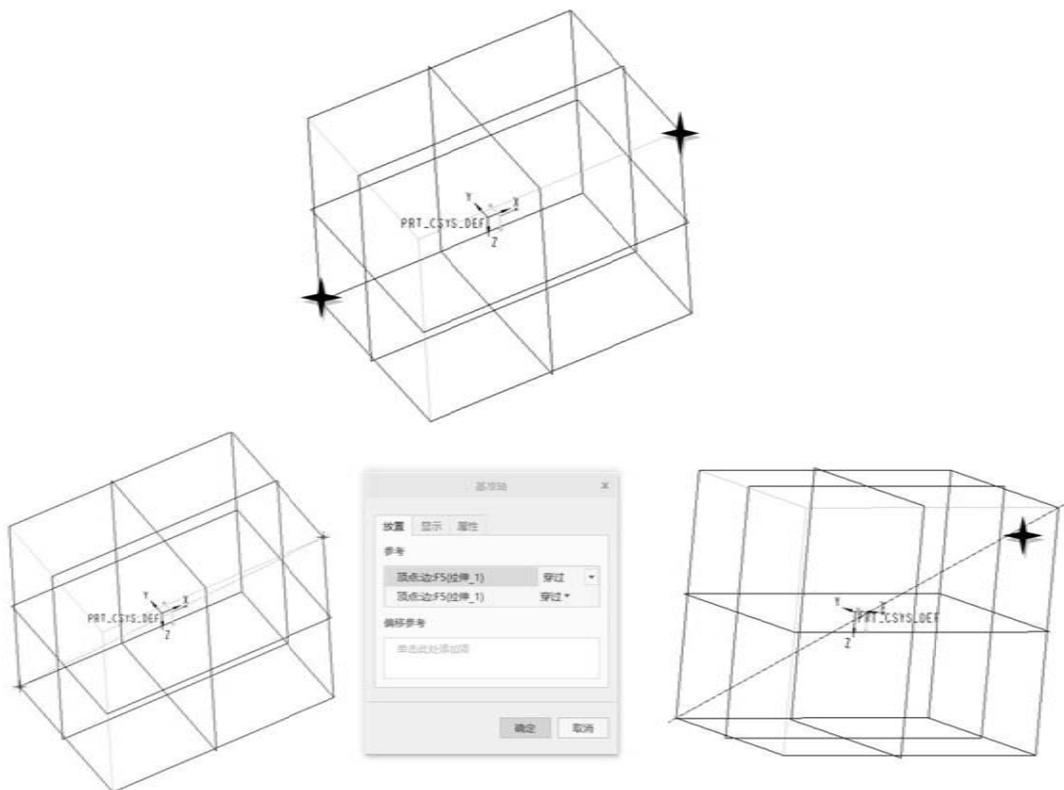

图 3-15
(1) 通过两点创建基准轴，具体创建方法见图 3-15。
- ① 打开基准轴创建对话框。
- ② 选择放置。
- ③ 按住 **Ctrl** 键（不松开）用鼠标单击两点即可形成新轴。